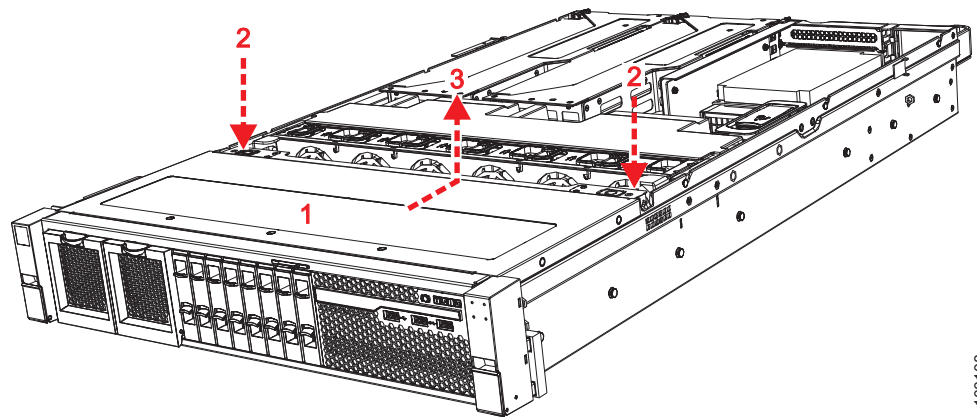

Figura 52. Removendo a tampa frontal superior do 2145-SV1
7. Pressione de leve ambas as travas (**2** em Figura 52) na borda traseira da tampa superior.
8. Deslize a tampa superior frontal para trás (**3** em Figura 52) até que você possa levantá-la.